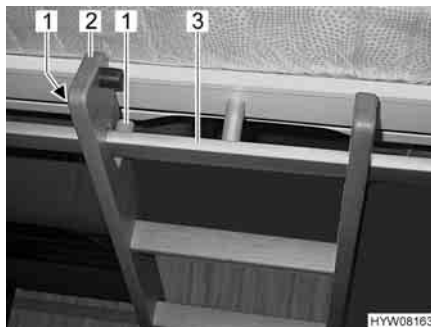

Fig. 83 Scaletta di accesso, agganciata
- Agganciare la scaletta di accesso (Fig. 83,2) con le due staffe nella barra di presa (Fig. 83,3) al letto basculante. Durante l'agganciamento fare attenzione che il longherone della scala venga posizionato tra i due dispositivi di fissaggio (Fig. 83,1). Questo serve a impedire che la scaletta di accesso scivoli di lato.
- Staccare la scaletta di accesso (Fig. 83,2) dalla barra di presa (Fig. 83,3) nel letto basculante.